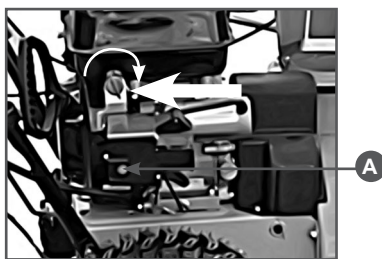

Рис.22 Установка выключателя
5. Установите выключатель в положение ON (Вкл). Нажмите и удерживайте кнопку запуска (А) электрического стартера (Рис.22).